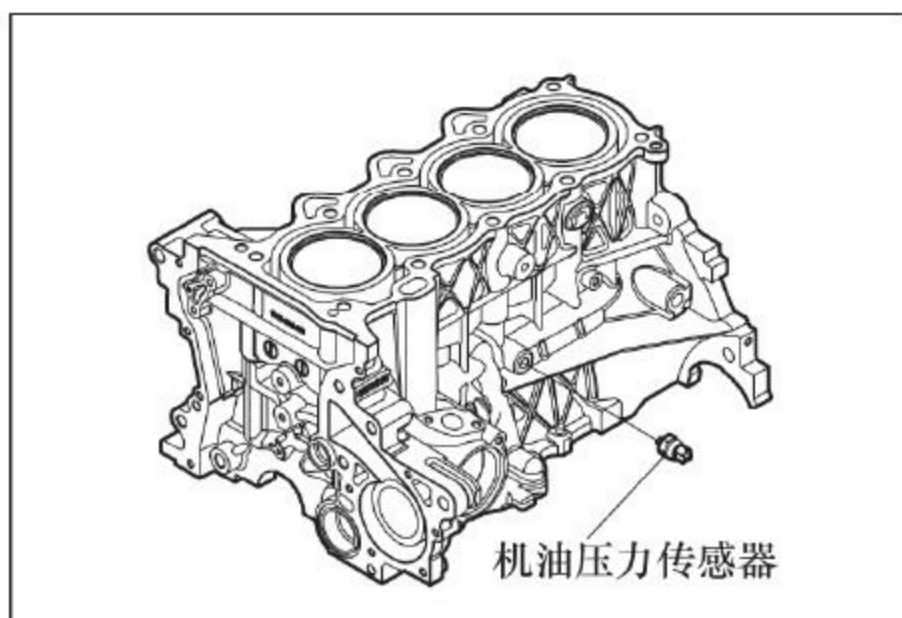

图10-2-3 拆装机油压力传感器
- (1) 取下机油压力传感器，如图10-2-3所示。
- (5) 卸下机油压力表。
- (6) 清除传感器上的密封胶并用白布擦拭干净，在机油压力传感器的2-3圈螺纹上涂抹乐泰243厌氧性螺纹锁固密封胶(SSM)。
- (7) 安装机油压力传感器至上缸体，如图10-2-3所示。